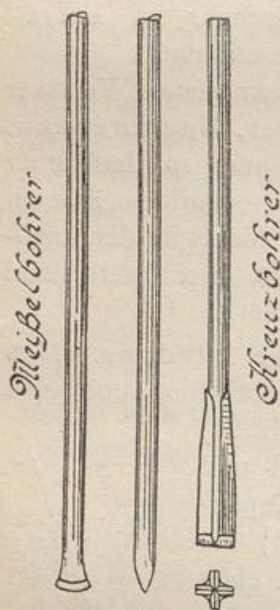

Abb. 87.
**4. Das Bohren.** Stein- oder Meißelbohrer sind runde (auch 6- oder 8kantige) Stahlstäbe, unten mit meißelartiger Schneide versehen (Abb. 87). Der gewöhnliche Meißelbohrer hat nur eine Schneide, der Kreuzbohrer zwei einander kreuzende Schneiden. Kreuzbohrer